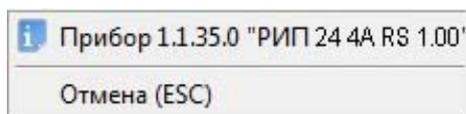

Рисунок 2
3.5.2 Для измерения емкости АБ РИП с помощью АРМ «Орион Про» (см. п. 8.3.4.2.3.2 РЭ АРМ «Орион Про») необходимо в мониторе системы нажать на пиктограмме прибора РИП на плане помещения, левой или правой кнопкой мыши, и в появившемся контексте меню выбрать пункт информации, помеченный символом  (в данном пункте отображается адрес и название прибора Рис.2):